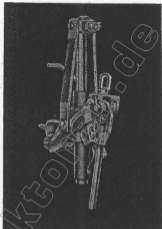

Abb. 23
Der Mähbalken wird in die Schwadstellung gehoben, indem der Bedienungshebel des Steuergerätes vom Schlepperkraftheber auf „HEBEN“ gestellt wird. Der Hebevorgang wird durch die im S & S Hydraulik-Hebewerk eingebaute Sperrklinke in der Schwadstellung automatisch begrenzt (Abb. 23).
3. Die **Senkrechtstellung** (Abb. 23). Das Heben in die Senkrechtstellung erfolgt, nachdem mittels Fußbedienung die Sperrklinke des S & S Hydraulik-Hebewerkes ausgelöst worden ist. In die Senkrechtstellung soll nur mit Leerlaufdrehzahl und mit feinfühligter Handhabung des Hydraulik-Bedienungshebels (Langsamsteuerung) gehoben werden, damit bei der großen Hubgeschwindigkeit des Mähbalkens die Scharnierverbindung nicht unnötig beansprucht wird und das Schwadblech nicht nach innen schlägt. Für Straßenfahrt muß das S & S Hydraulik-Hebewerk in oberster Stellung spielfrei verriegelt werden (Abb. 23). Dadurch wird das Absinken des Mähbalkens bei der Verwendung des Schlepperkrafthebers verhindert.